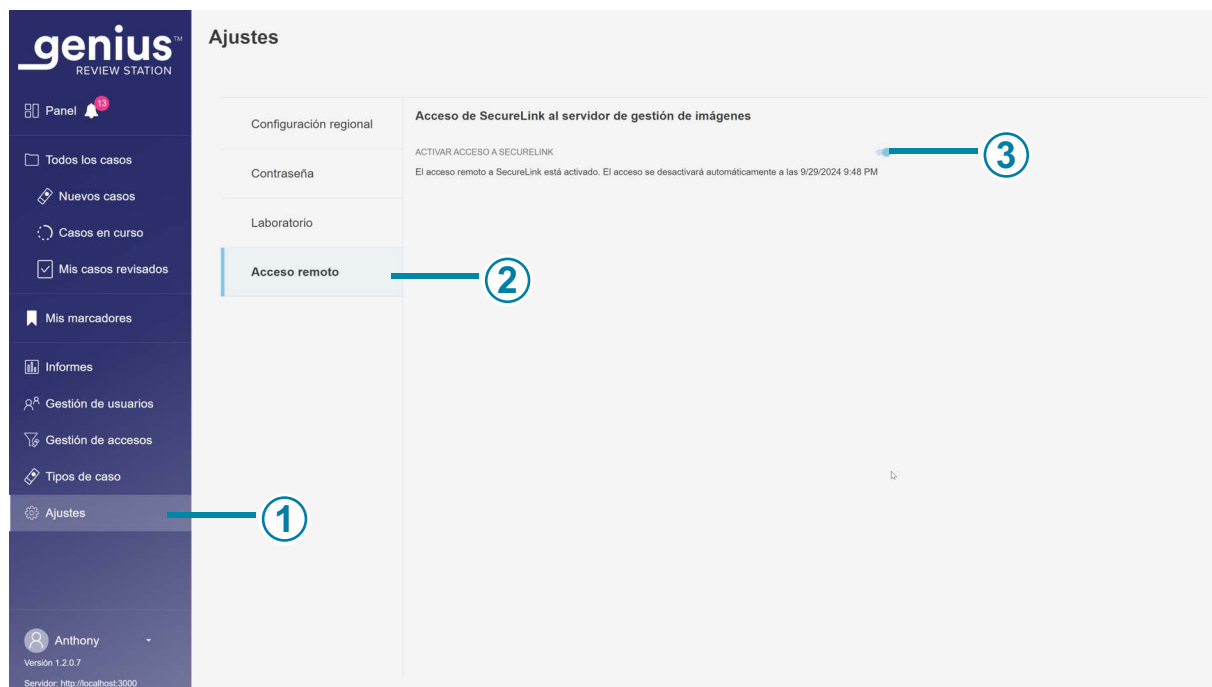

Figura 1-3-14 Ajustes de la estación de revisión para el acceso remoto al servidor de gestión de imágenes
Leyenda de la figura 1-3-14
①	El color más claro en la barra de menú indica que Ajustes está seleccionado.
②	El color azul en la lista de ajustes indica que los ajustes de Acceso remoto están seleccionados.
Leyenda de la figura 1-3-14**③****Activar acceso de SecureLink al servidor de gestión de imágenes**